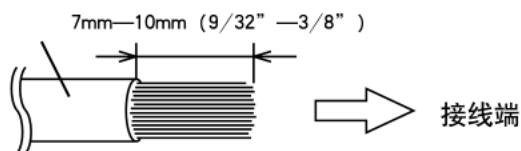

图7
2. 剥掉电线一端的绝缘外皮大约7mm—10mm（9/32" —3/8"）。（图7）